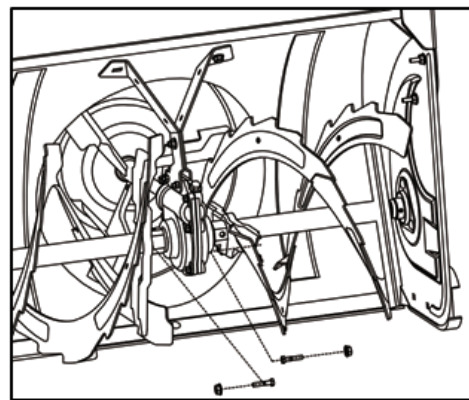

Рисунок 19
- Шнек крепится к спиральному валу двумя срезными штифтами и шплинтами-бабочками. При попадании в шнек твердого постороннего предмета или куска льда эти штифты могут срезаться (см. Рисунок 19).